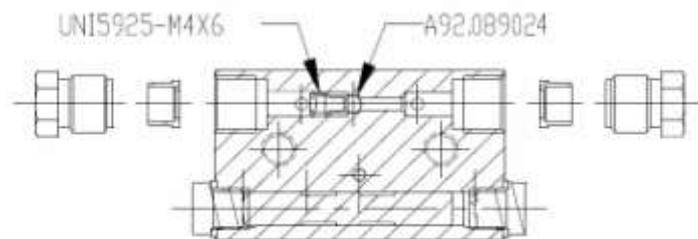
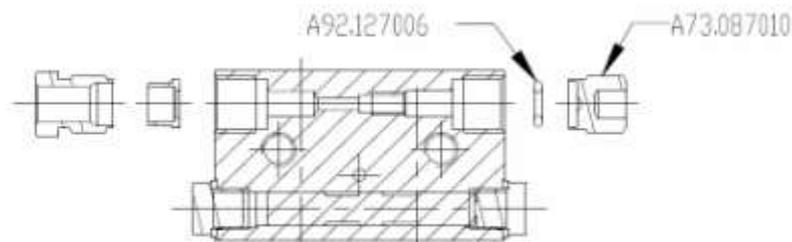

FIG. 1
FIG. 2
Cada pistón del distribuidor puede alimentar 1 o 2 salidas. Cuando la espiga para collar la esfera se monta (Fig.1) la descarga de lubricante es conducido hacia ambas salidas laterales. Cuando la esfera no se ha insertado (Fig.2) la descarga del lubricante se dirige hacia la salida que esté disponible con descarga doble. En el caso que fuera necesario cerrar una salida, hay que extraer la esfera (A92.089024) así como el tornillo (UNI5925-M4x6), poniendo atención al insertar el tapón de cerrado (A73.087010 + A92.127006) en la salida que no se utilizará.
Each divider piston is arranged in order to feed 1 or 2 outlets. When the separation dowel is inserted (see Fig.1), the discharge is carried out in both sides. When the dowel is not inserted (see Fig. 2), the double discharge is carried out in one of the two available outlets. If it is necessary to use one outlet extract the sphere (A92.089005), besides the separation dowel (UNI5925-M4X6) and insert a plug (A73.087010 + A92.127006) in the outlet no more used. The dividers are supplied with the separation dowel inserted and the two outlets open as standard.
Cada pistón del distribuidor puede alimentar 1 o 2 salidas. Cuando la espiga para collar la esfera se monta (Fig.1) la descarga de lubricante es conducido hacia ambas salidas laterales. Cuando la esfera no se ha insertado (Fig.2) la descarga del lubricante se dirige hacia la salida que esté disponible con descarga doble. En el caso que fuera necesario cerrar una salida, hay que extraer la esfera (A92.089024) así como el tornillo (UNI5925-M4x6), poniendo atención al insertar el tapón de cerrado (A73.087010 + A92.127006) en la salida que no se utilizará. Normalmente el distribuidor se suministra con la esfera y el tornillo insertado y las dos ladias laterales abiertas. Bajo demanda se puede suministrar el bloque con una salida donde se indicará "D".
*Each piston of the DPX divider is arranged in order to feed 1 or 2 outlets. When the separation dowel is inserted (see Fig. 1), the discharge is carried out in both sides. When the dowel is not inserted (see Fig. 2), the double discharge is carried out in one of the four available outlets. If is necessary to use one outlet extract the sphere, besides the separation dowel and insert a plug in the outlet no more used. Normally the DPA dividers are supplied with the separation dowel inserted and the two outlets open. On request we can supply blocks with one outlet where we print the letter "D".*